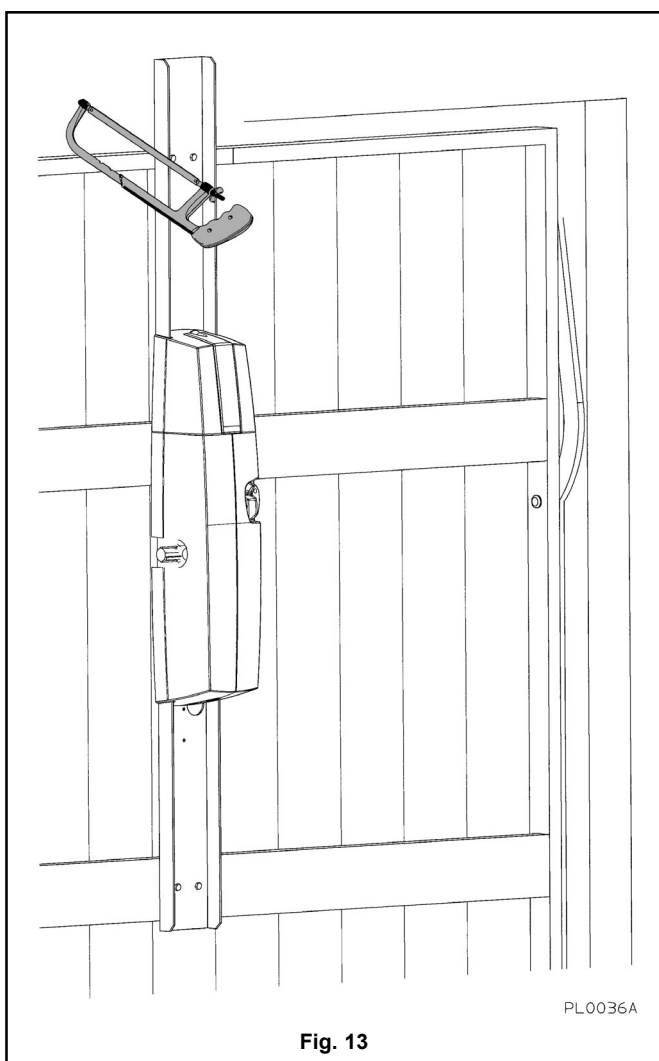

Fig. 13
- e) Couper la partie de la patte de support qui dépasse du tablier de la porte basculante (fig. 13).